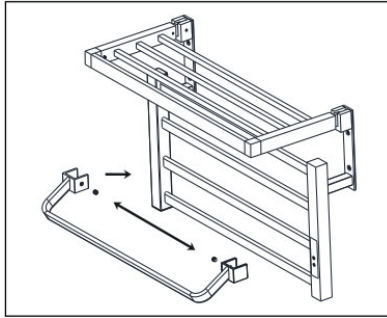

Figura 7
4. Allentare le viti sui due lati del rack e fissarlo sulle due colonne della parte riscaldante. Quindi stringere le viti con il cacciavite a taglio. Come mostrato nella figura 7.